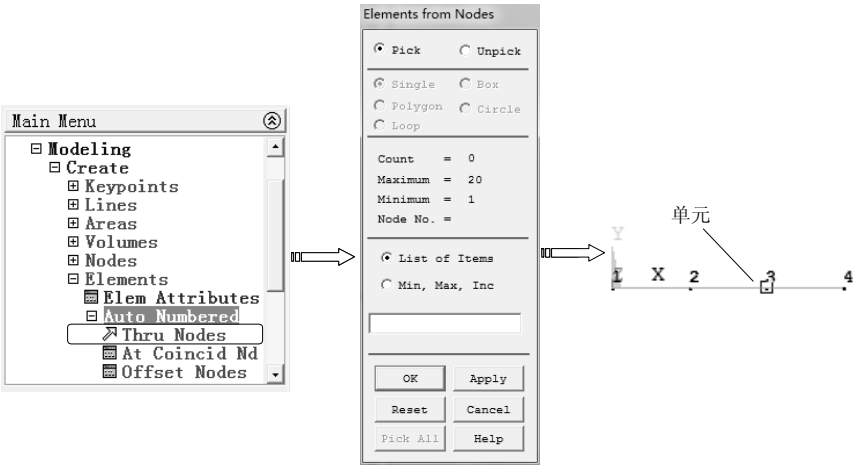

图 7-87 创建单元
9) 选择“Main Menu>Preprocessor>Modeling>Create>Elements>Auto Numbered>Thru Nodes”命令,弹出“Elements from Nodes”对话框,选择节点 3,单击“OK”按钮,创建一个单元,如图 7-87 所示。